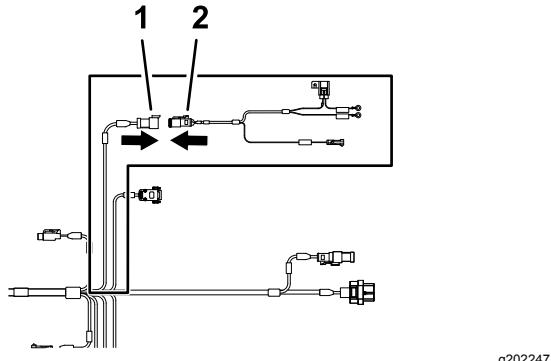
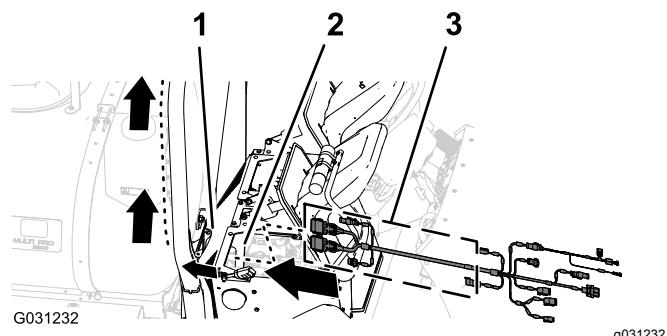

## Bild 162
**Bild 163**
2. Stecken Sie den Abschlusswiderstand, falls nicht installiert, in den elektrischen Anschluss am 220 cm langen Datenkabelbaum für den Sprühmonitor (Bild 162).
3. Stecken Sie den 3-Buchsen-Stecker (elektrische Stromschnittstelle) des elektrischen Navigationskabelbaums in den 3-Stift-Stecker (elektrische Stromschnittstelle) des Datenkabelbaums (Bild 162 und Bild 163).